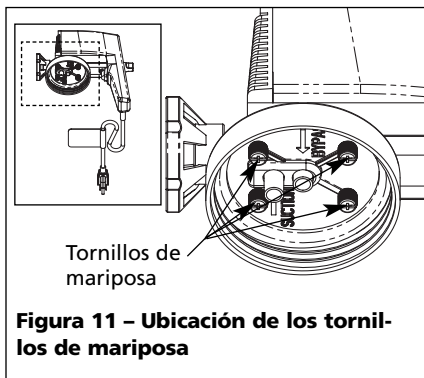

Figura 11 – Ubicación de los tornillos de mariposa
- Quite los tornillos de mariposa de la parte inferior del cuerpo de la pistola (vea la figura 11).